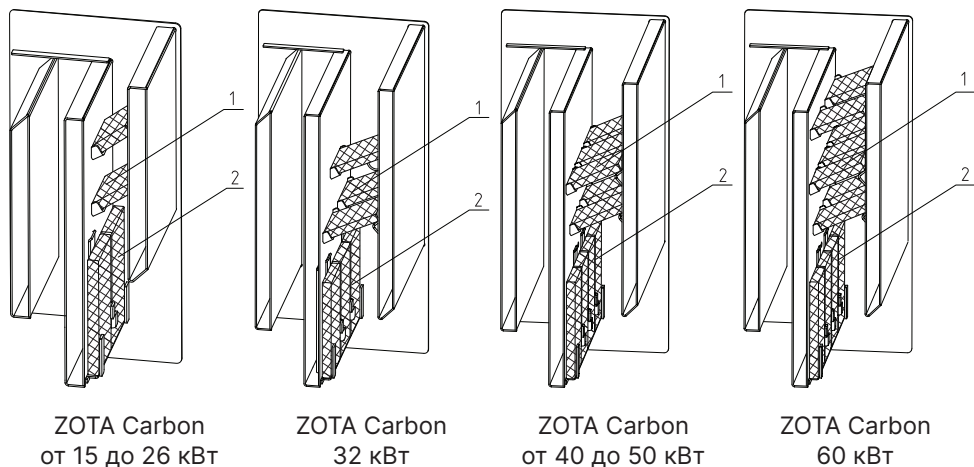

Рис.4 Схема установки шамотных кирпичей
- Установите в вертикальное положение шамотные кирпичи (**Рис.4, поз.2**) вдоль стенки перегородки до упора, после установите шамотные кирпичи (**Рис.4, поз.1**) так, чтобы один край кирпича лежал на скобе, а второй опирался на уголок (количество и габариты шамотных кирпичей для каждой модели котла указаны в **Таб.2**).